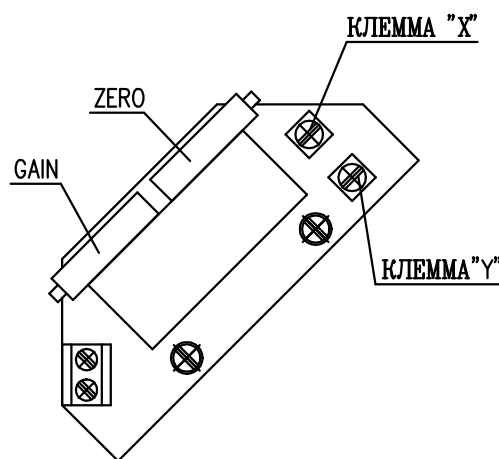

Рис. 6
#### EPV - 2-проводниковое включение (рис.6)
- Установите датчик сопротивления на основании инструкций в предыдущей главе так, что величину сопротивления измеряйте на клеммах X-Y (рис.6). (употреблен датчик с сопротивлением 100Ω)
- Поворачиванием устанавливающего триммера ZERO (рис.6) установите величину выходного сигнала тока, измеряемого на клеммах 81-82, на величину 4 мА.
- Поворачиванием устанавливающего триммера GAIN (рис.6) установите величину выходного сигнала тока, измеряемого на клеммах 81-82, на величину 20 мА.